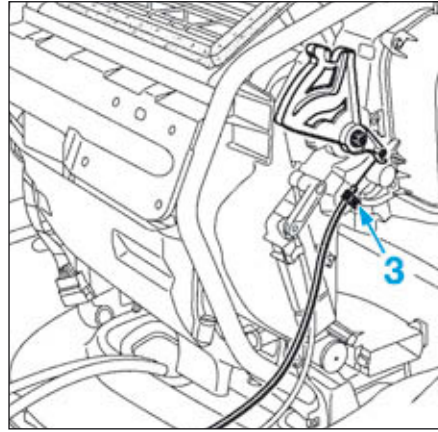

FIG.63
- Déposer l'agrafe (3) (Fig.63).